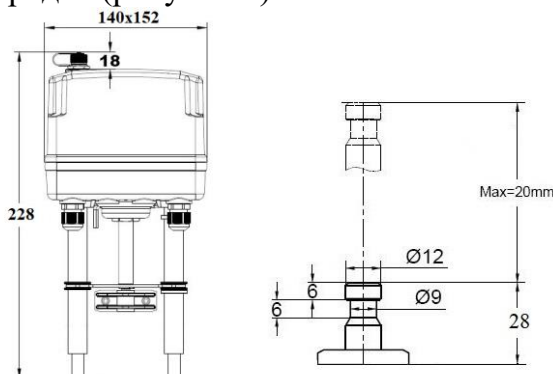

Рисунок 1
5.2.2 Установку электрического привода ENCO-310M(B) на корпус регулирующего клапана проводить в следующем порядке (рисунок 1):